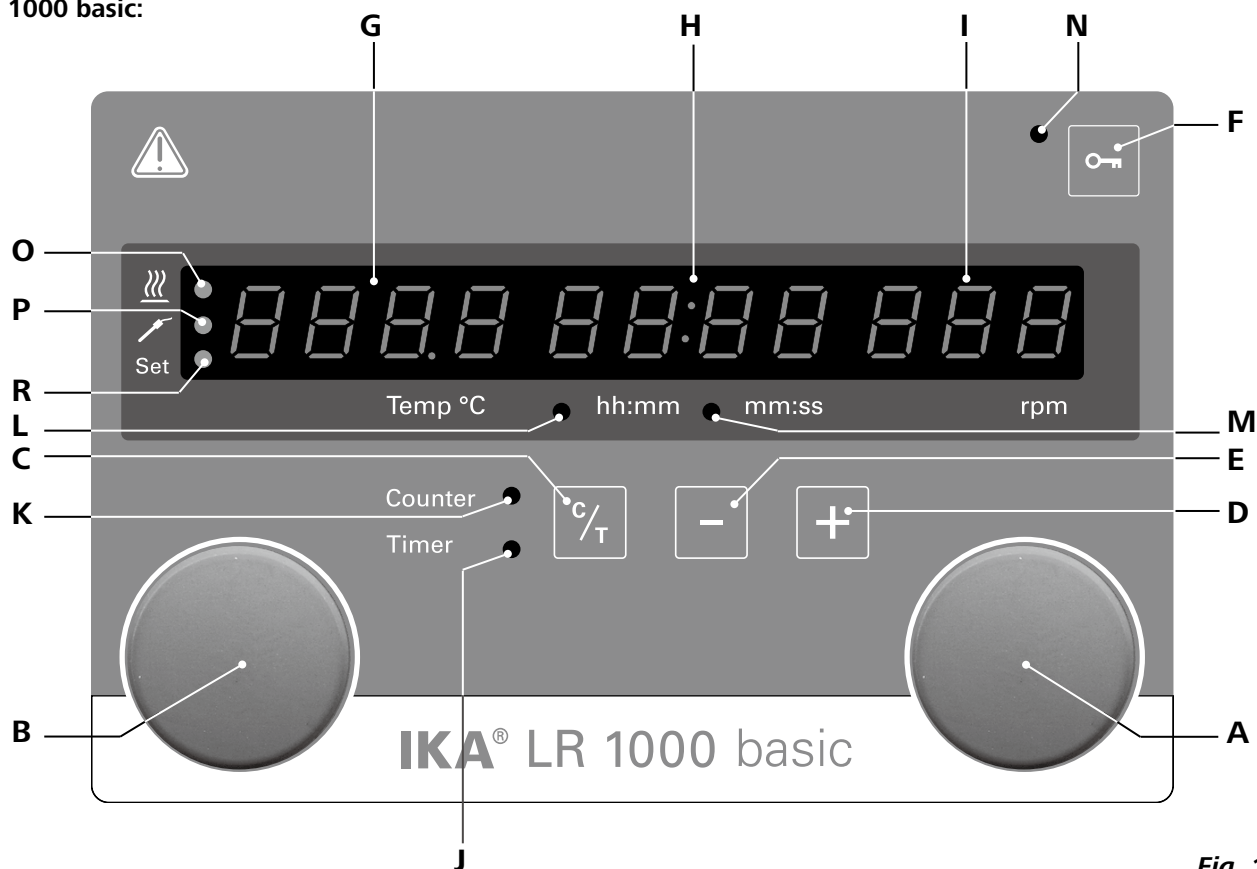

Fig. 11
旋转旋/按钮(A)调整转速;按下右侧旋/按钮(A, 见Fig. 11)开启搅拌功能。
旋转旋/按钮(B)调整温度数值;按下左侧旋/按钮(B, 见Fig. 11)开启加热功能。
按下左侧的旋/按钮(B)可以开启或关闭加热功能, 之后设定温度值和实际温度值将会交替显示在屏幕(G区, 见Fig. 11)。当屏幕显示设定温度数值时, LED指示灯(R, 见Fig. 11)亮起。旋转左侧旋/按钮(B), 可调节加热温度。温度数值既可在待机状态下更改也可在操作时更改。
当计时少于1小时, 计时将以分钟/秒钟(mm:ss)为单位运行并且指示灯(M, 见Fig. 11)亮起。
当计时多于1小时, 计时将从分钟/秒钟(mm:ss)模式切换为小时/分钟(hh:mm)模式, 指示灯(L, 见Fig. 11)亮起指示其状态。
用户可以使用“定时 (+)”按键 (D, 见Fig. 11)或“定时 (-)”按键 (E, 见Fig. 11)设置定时。当定时数值超过1小时, 屏幕由分钟/秒钟(mm:ss)模式切换至小时/分钟(hh:mm)模式。LED指示灯 (L) 亮起。
按下”计时/定时“按键 (C, 见Fig. 11)即可将”计时“功能切换至”定时“功能。定时指示灯(J, 见Fig. 11)提示定时功能被激活。
再次按下”计时/定时“按键 (C), ”计时“功能将被激活, 计时指示灯 (K, 见Fig. 11)亮起。